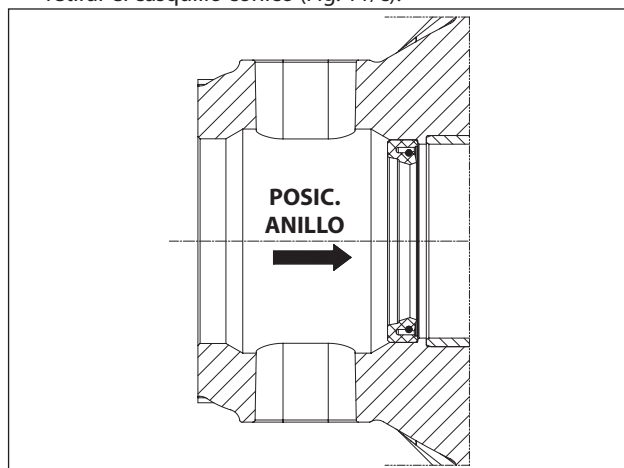

Fig. 11
- Montar las nuevas anillas de retención de las guías pistón hasta que encaje con la correspondiente sede sobre el cárter de la bomba (Fig. 11) siguiendo el procedimiento aquí descrito:
utilizar la herramienta cód. 27938600 compuesta por casquillo cónico y tampón. Atornillar el casquillo cónico en el orificio que se encuentra presente sobre la guía pistón (Fig. 11/a), introducir la nueva anilla de retención sobre el tampón y encajarlo (determinado por la altura del mismo tampón) en la sede sobre el cárter bomba (Fig. 11/b), retirar el casquillo cónico (Fig. 11/c).